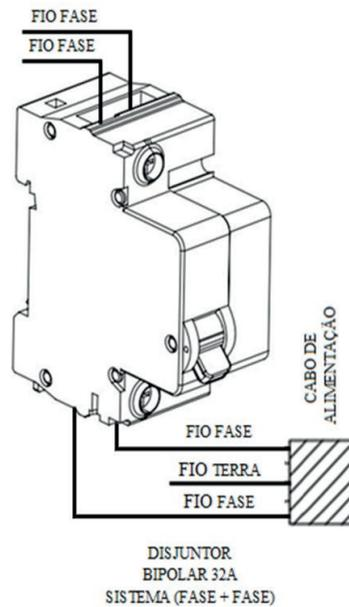

Figura 2
D. Se o sistema elétrico de sua residência for 220 V de duas fases, utilizar um disjuntor bipolar de 32 A (figura 2).